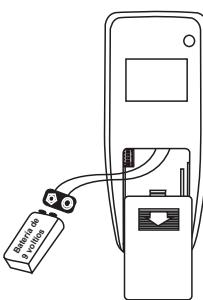

FIGURA 4
1. Instale una batería de 9 voltios (no incluida). Para evitar que el transmisor se dañe, retire la batería si no utiliza el equipo durante largos períodos de tiempo. (Figura 4)